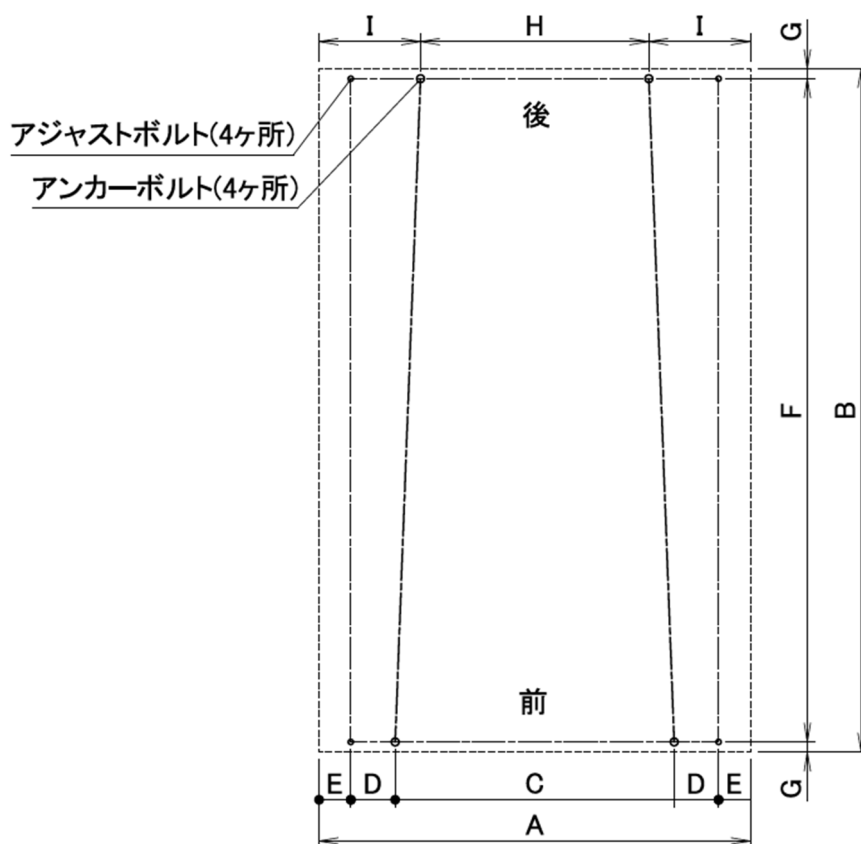

図 4-2
- 1) 機械の据付は、機械自重による床荷重に充分耐えられる所で、かつ、水平な所であれば、特別な基礎工事の必要はなく、簡易基礎にて水平を出し、4本のアンカーボルトにて固定するだけで充分です。ただし、特に地盤の弱い所は、機械ベース図（図 4-2）を参照の上基礎工事をしてください。また、機械の据付は水平器を用いて、水平にしてください。